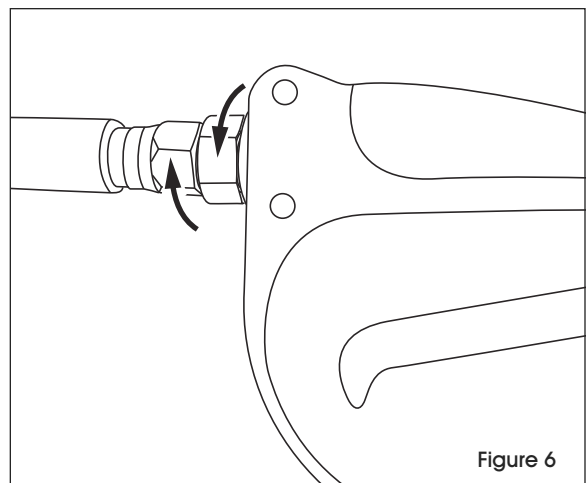

Figure 6
2. Use 3/4" wrench on the hose fitting. Use a 7/8" wrench on the gun fitting. Tighten clockwise until snug. (See Figure 6)
4. Utilisez la clé de 3/4 po sur le bout du tuyau et celle de 7/8 po sur celui du pistolet. Serrez dans le sens horaire jusqu'à ce qu'ils s'entre-bloquent. (Voir Figure 6)